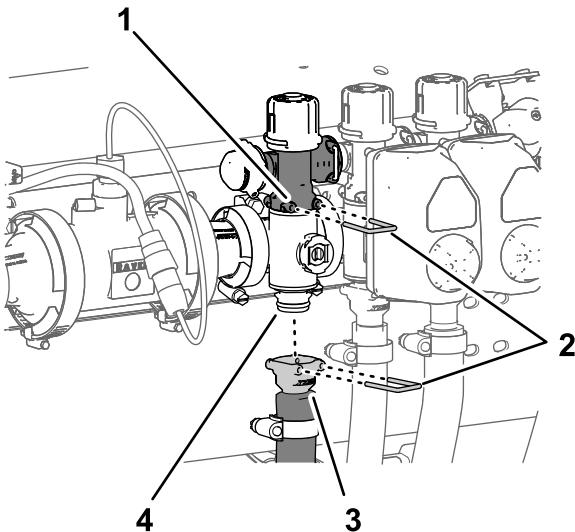

Figura 110
1. Rimuovete il perno di collegamento rapido che fissa l'accoppiatore rapido della valvola di bypass della sezione alla valvola del collettore della sezione (Figura 110).
2. Rimuovete il perno di collegamento rapido che fissa l'accoppiatore rapido del flessibile di alimentazione delle sezioni al collettore del raccordo di collegamento rapido della valvola del collettore della sezione (**Figura 110**).